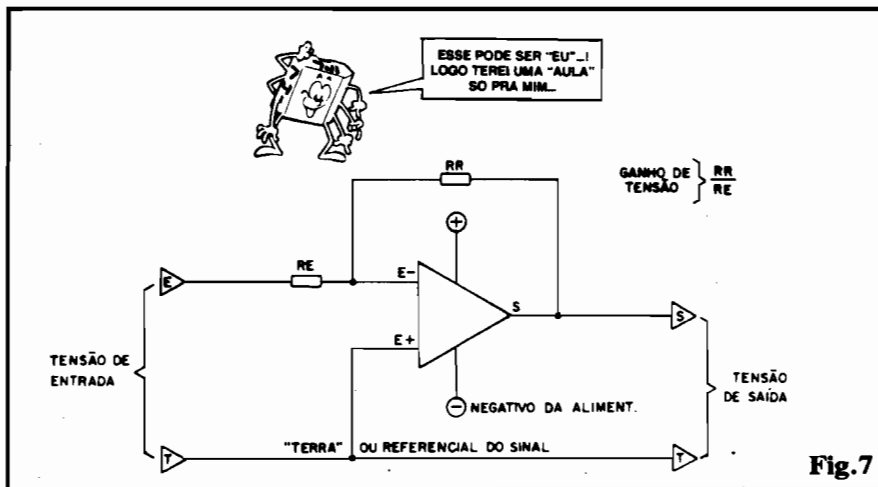

Fig.7
- FIG. 7 - UM ARRANJO BÁSICO PARA UTILIZAÇÃO DE AMPLIFICADOR OPERACIONAL - Observem com atenção essa estrutura circuital básica, que será vista e utilizada um “monte” de vezes, daqui pra frente, nas nossas “Aulas”. No caso, estamos utilizando “ativamente” a função INVERSORA do Amp.Op. (notem que a ENTRADA “E-” é a que recebe o sinal...). Vemos também que a ENTRADA operacionalmente não utilizada (a não-inversora, “E+”) encontra-se, simplesmente ligada ao “terra” ou referencial de “zero” e que NÃO OBRIGATORIAMENTE corresponde à linha do negativo da Alimentação (detalhes na próxima figura...). Vemos também dois resistores (RR e RE), correspondendo aos condi-